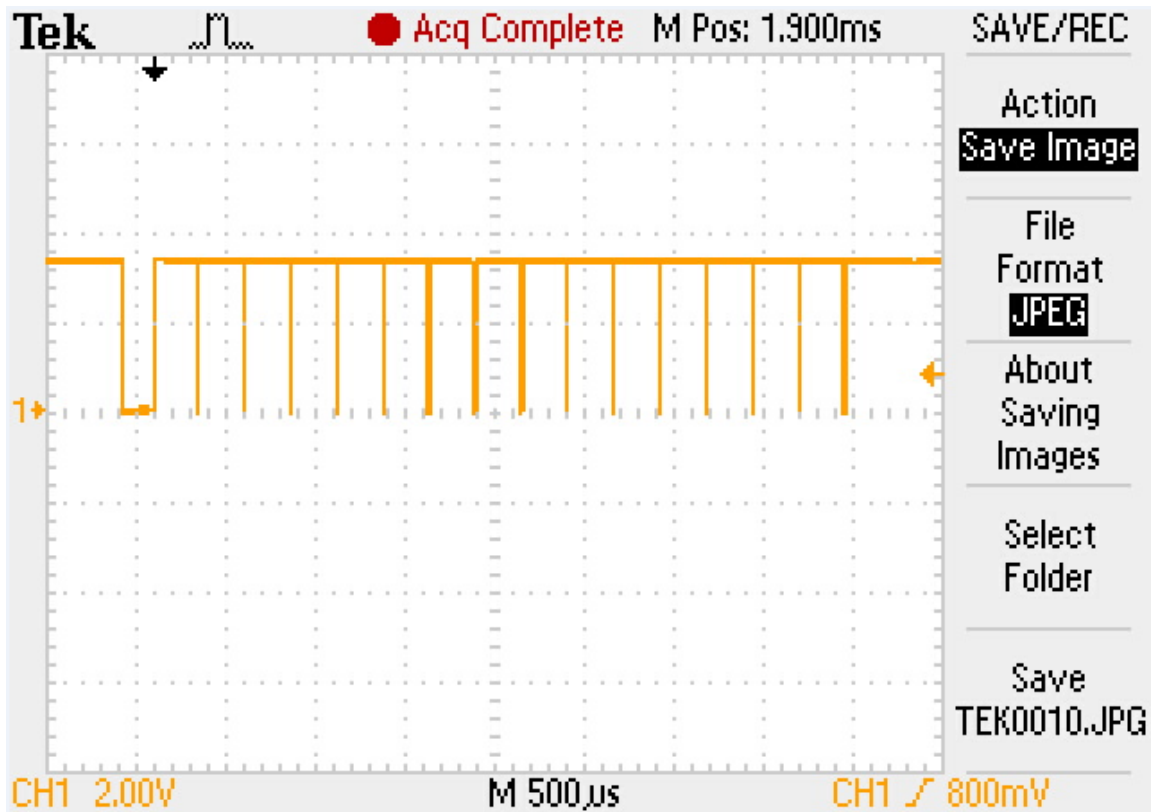

图 13 K60 CAN发送引脚异常的波形图
- 由于CAN驱动芯片外围电路的错误设计（实际焊接使用的是K欧级的匹配阻抗）引起的异常的波形图如图 13所示，系统进入了Standby（待机）模式，正确的匹配阻抗请参照图 3 中的波形设置。